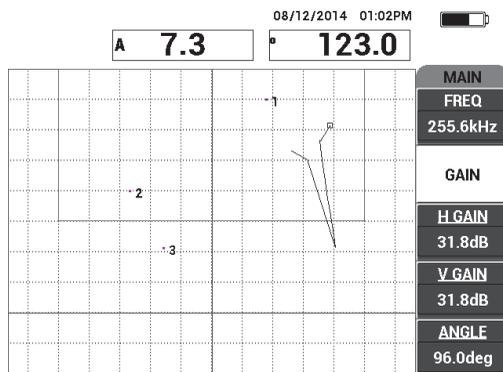

Figura 6-51 Parámetro GAIN ajustado para configurar el punto superior
12. Ajuste el parámetro **GAIN** (tecla de función B) para configurar el punto superior a aproximadamente el 90 % de la altura de la pantalla. Ver la Figura 6-51 en la página 174.